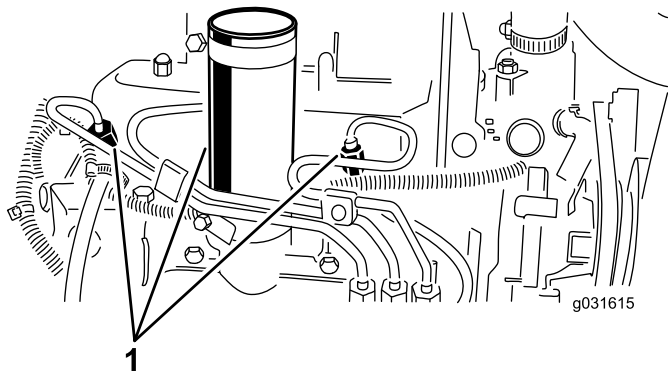

Bild 53
1. Lockern Sie den Leitungsanschluss an der ersten Düse und Halterung (Bild 53).